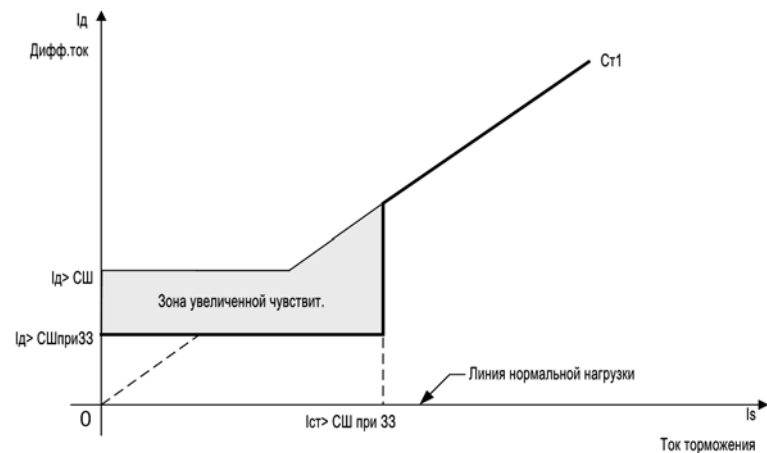

рис. 1-3 Характеристика срабатывания при замыкании на землю
- характеристика срабатывания при замыкании на землю (рис. 1-3, стр. 9)